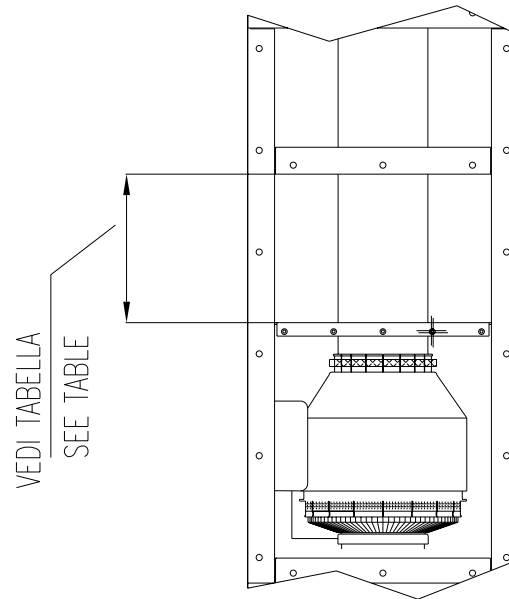

FIGURA 22 **REGOLAZIONE FREQUENZA**
- 8) A questo punto ridare alimentazione alla macchina e tenendo il pulsante OFF premuto portare con il pulsante OUPUT TUNE l'altezza del piano sintonia (FIGURA 22) alla misura corrispondente alla frequenza desiderata in modo da avere una presintonia in frequenza.